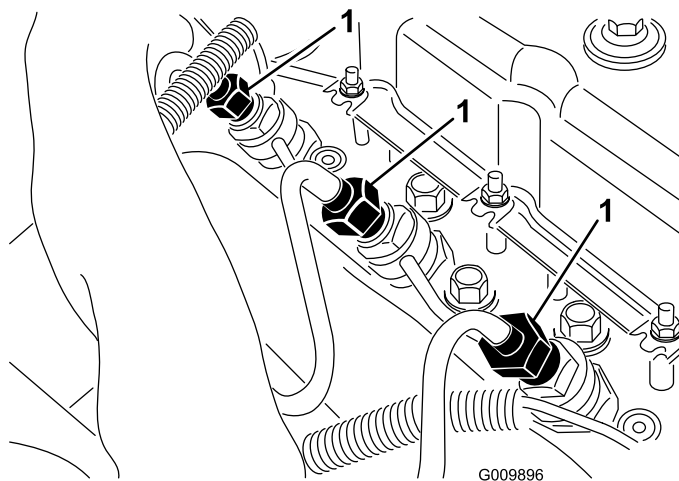

Figura 48
1. Afloje la conexión entre el tubo y el primer conjunto de boquilla y soporte (Figura 48).